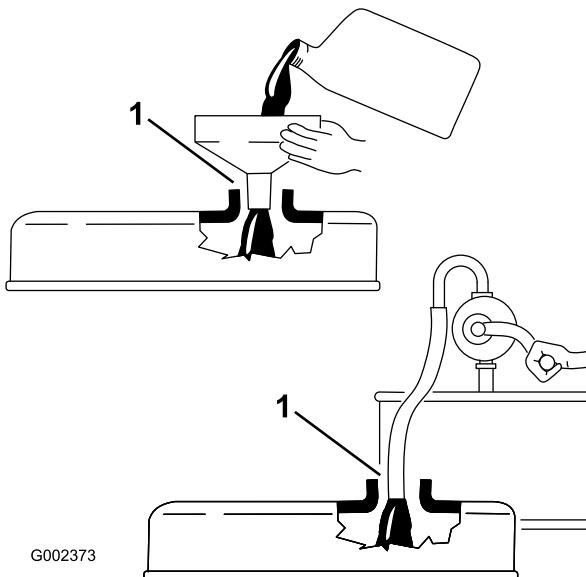

Рисунок 17
- Если уровень масла низкий, снимите крышку заливной горловины (Рисунок 17) и долейте столько масла, чтобы поднять его уровень до метки Full на масляном щупе.
Внимание: При доливе или заливке моторного масла должен быть зазор между устройством заливки масла и отверстием для заливки, как показано на Рисунок 17. Этот зазор необходим для обеспечения выхода воздуха при заливке, что предотвращает перелив масла в сапун.